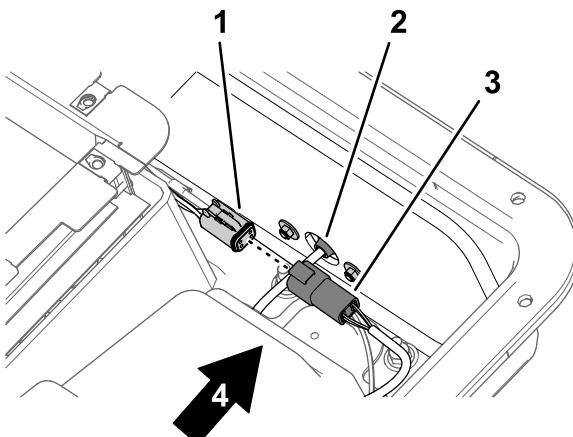

Figura 35
4. Alinee los taladros del intermitente/luz de advertencia delantero y la junta con los taladros del guarnecido (Figura 35).
(N° 10) y 2 tuercas con arandela prensada (N° 10), y apriete los tornillos y las tuercas a mano (Figura 35).
7. Enchufe el conector de 4 pinos del arnés de la luz trasera en el conector hembra de 4 vías del arnés de cables de la cabina (Figura 35) etiquetado LH REAR TURN SIGNAL (si está instalando la luz trasera izquierda) o RH REAR TURN SIGNAL (si está instalando la luz trasera derecha).